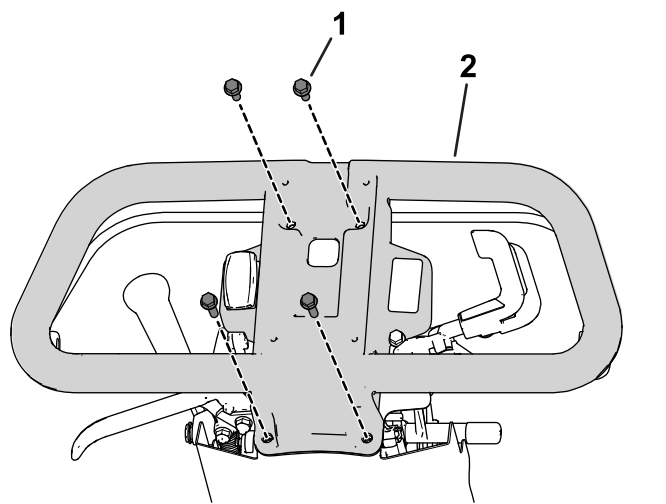

图 5
5. 卸下将手柄固定到手柄支架图 5 上的螺栓和螺母并取下手柄。
1. 用在 卸下手柄 \(页码 2\) 的步骤 5 中卸下的螺栓和螺母将手柄固定到手柄支架上请参阅 图 5。